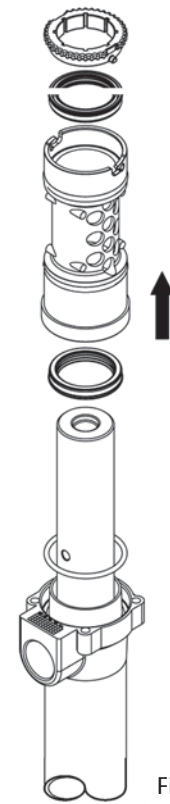

Fig. 4c
4. When the reversing mechanism is removed, pull the packing sleeve upwards and remove it (fig. 4c). Check seals and the piston rod for wear or damage, replace if necessary.
4. Cuando el conjunto inversor está desmontado, tire del casquillo empaquetadura hacia arriba para quitarlo (fig. 4c). Verifique las juntas y el vástago por desgaste o deterioro, sustituya si es necesario.
4. Dès que l'ensemble inverseur est démonté, tirer vers le haut la bague de l'ensemble porte-joints afin de pouvoir la retirer (fig. 4c). Vérifier que les joints et /ou la tige ne sont pas usés ou abîmés et les remplacer si nécessaire.